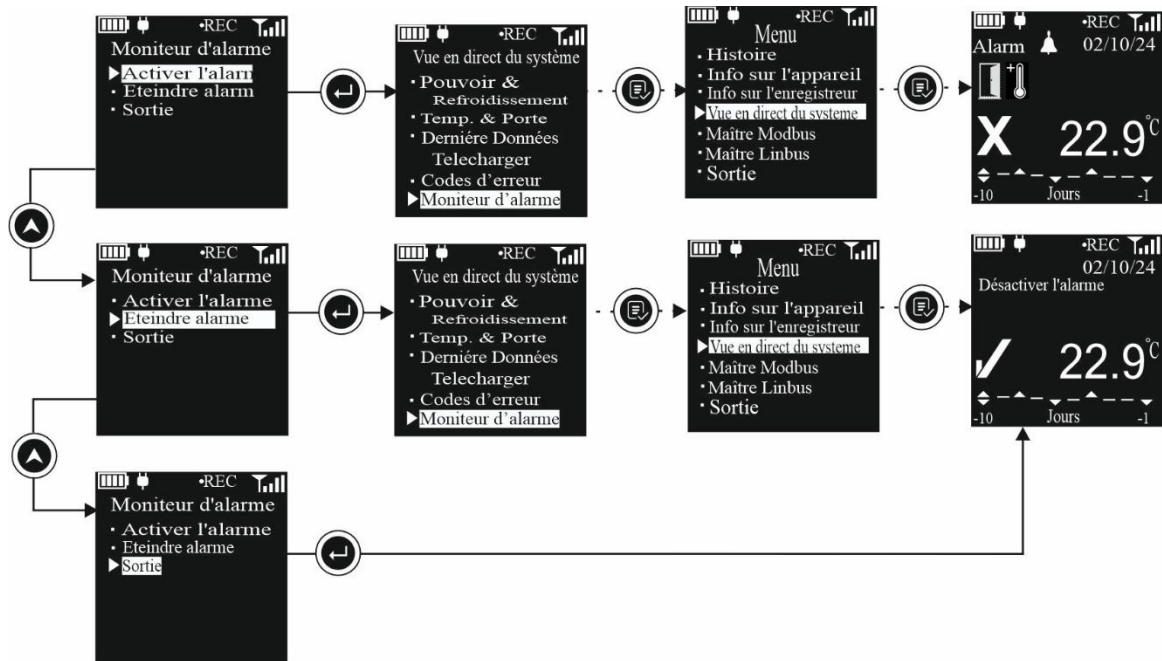

Figure 24 Menu de sélection du moniteur d'alarme
5. **Moniteur d'alarme** : Lorsqu'un appareil est hors service ou ne stocke plus de vaccins, les alarmes doivent être désactivées pour économiser de l'énergie. L'utilisateur peut activer ou désactiver la surveillance des alarmes via le menu, comme le montre la figure 24. Si "Désactivation de l'alarme" est sélectionnée, l'indication d'alarme audiovisuelle sera désactivée et cet état sera affiché sur l'écran de l'appareil. La surveillance des alarmes peut être réactivée à tout moment en sélectionnant l'option appropriée dans le menu Alarm Monitor.